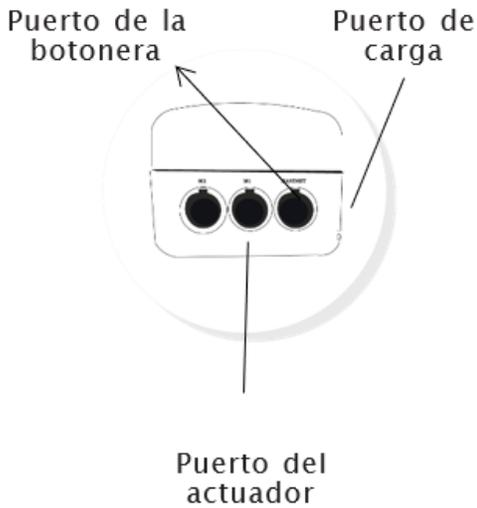

Figura 7: Descripción de los puertos de conexión de la grúa
1. Conecte el enchufe del cargador al puerto de carga. (ver FIGURA 7)